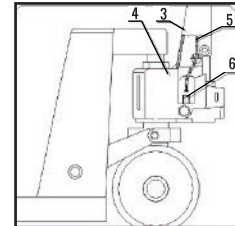

Figura 2
3.3 Gire el pasador 2 y asegúrese de que el eje del gran agujero del pasador 2 esté justo en la verticalidad. Coloque la cadena 5 de la empuñadura en el orificio central del pasador 2. Vea la figura 2.
3.4 Coloque el perno al final de la cadena 5 en la placa de palanca 6. Vea la figura 2 y la figura 5